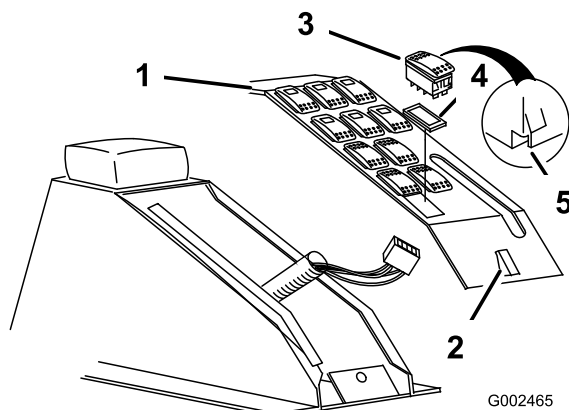

Figura 17
1. Rimuovete il quadro di comando per irrorazione per accedere alla parte sottostante (Figura 17).
2. Rimuovete il tappo dell'alloggiamento dell'interruttore Sonic Boom dal quadro di comando per irrorazione sul veicolo e, al suo posto, montate l'interruttore a bilanciere fornito (Figura 17).
Nota: Accertatevi che l'orientamento dell'interruttore corrisponda a quello illustrato in Figura 17, con la tacca rivolta verso la parte anteriore del veicolo.